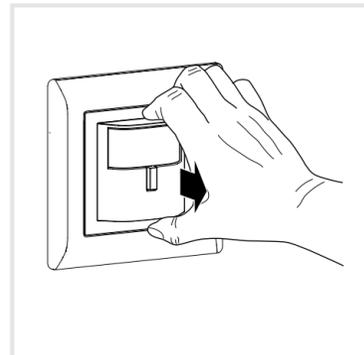

Figura 8: smontaggio della copertura
- Rimuovere la copertura (figura 8).